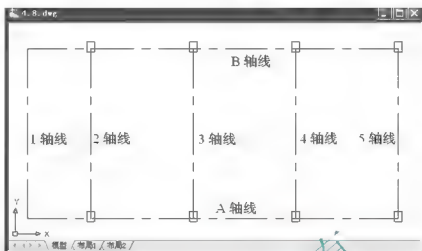

图 4.10 复制 7 个柱子
- ① 在选择对象：提示下，选择刚才绘制的矩形柱，并按 Enter 键进入下一步命令。
- ② 在指定基点或 [位移(D)] <位移>：提示下，捕捉 A 轴线和 5 轴线的交点作为复制基点。
- ③ 在指定基点或 [位移(D)] <位移>：指定第二个点或 <使用第一个点作为位移>：提示下，分别捕捉 A 轴线和 2 轴线、3 轴线、4 轴线的交点，捕捉 B 轴线和 2 轴线、3 轴线、4 轴线、5 轴线的交点，这样便复制出另外 7 个柱子，如图 4.10 所示。